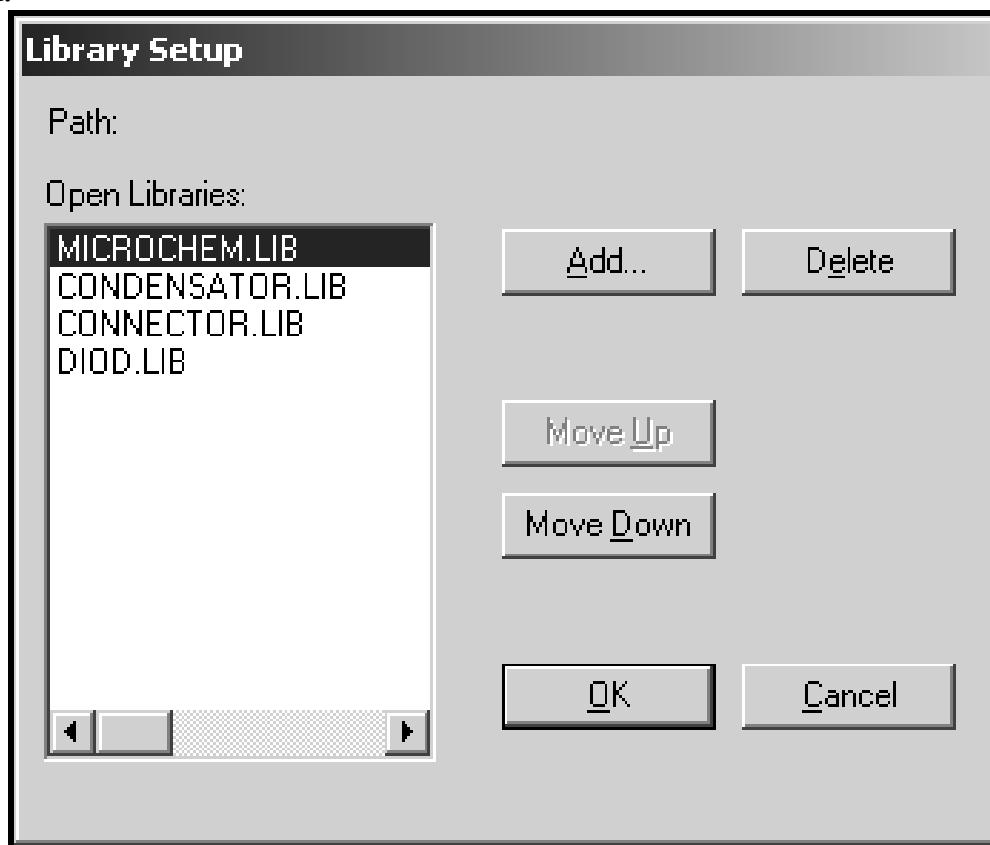

Рис.4.1. Подключение библиотек
- 4) Подключить библиотеку с помощью команды Library/Setup (рис.4.1.). Нажать кнопку Add и открыть свою библиотеку, затем нажать кнопку OK.